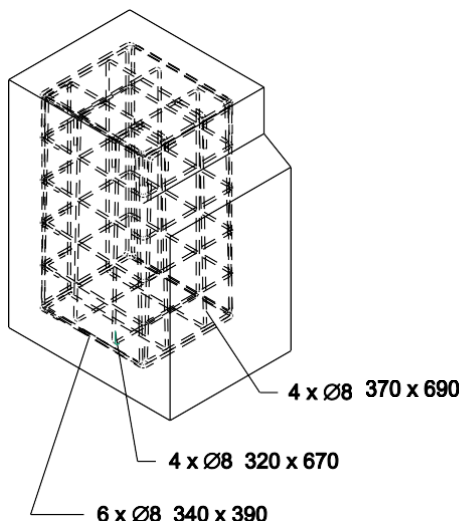

Fig. 12: Malha de reforço (dimensões em mm)
→ Consultar a página 43, Fig. 10 até à página 45, Fig. 12.
- Malha de reforço conforme a imagem Fig. 12.
2. Colocar a malha de reforço na fundação de acordo com Fig. 12.